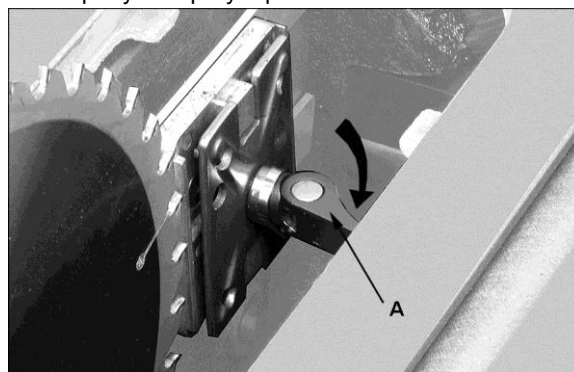

Рис.21
4. Потяните ручку (A см. рис. 21) и снимите расклинивающий нож, делая заметки, в каком направлении расклинивающий нож должен быть подвинут с целью приведения его в параллель с пильным диском.